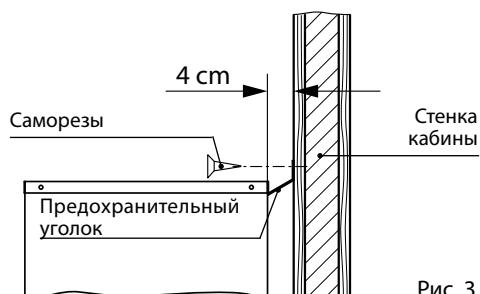

Рис. 3
- С задней стороны поместить предохранительный уголок по центру под кожухом печи и зафиксировать его на стенке кабины с помощью двух саморезов (см. рис. 3)